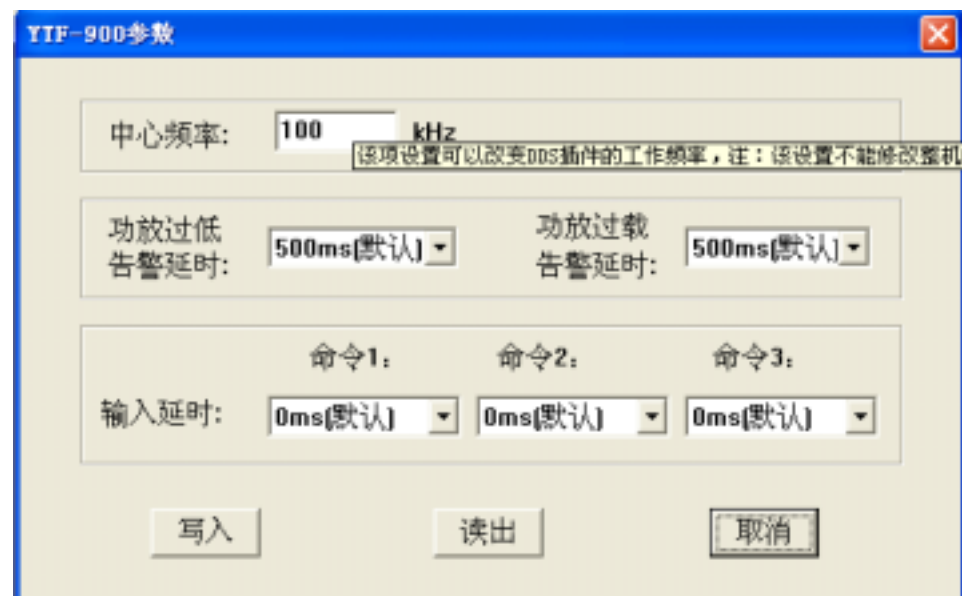

图 22
1) 单击“参数设置”选项,出现“YTF-900 参数”对话框,在该对话框内可以设置工作频率,功放过低告警延时,功放过载告警延时,命令输入延时。如图 22